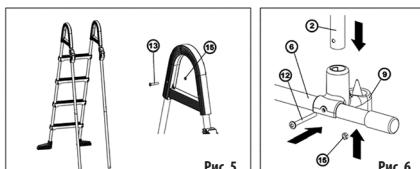
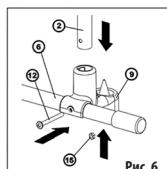

Рис. 5
Рис. 6
На собранную заднюю часть лестницы установите опорные ножки с установленными пластиковыми дугами и верхними зажимами, зафиксируйте соответствующими болтами (13) и гайками (15). (Рис. 5) После этого на опорные ножки снизу надвиньте нижние противоскользящие зажимы (9) и вложите трубку распорки (6). Зажимы со стойкой зафиксируйте соответствующими болтами (12). (Рис. 6) Нижние зажимы затяните только после сборки комплектной лестницы, в том числе используемой съемной части.